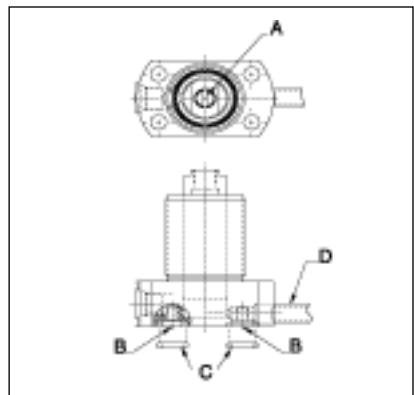

図2
2. ワークサポートは、付属のジャムナットを使用して装置にネジで固定するか、フランジをボルトで固定して装置に取り付けます。ワークサポートを、設備工具で作業中のワーク部品に触れたときにフランジがストロークのほぼ中間に来るよう取り付けます。ワークサポートが底部ポートに取り付けられた油圧マニホールドの場合、ポートのネジプラグおよび鋼製のガスケットを最初に取り外す必要があります(図2の部品3を参照)。付属のOリングに潤滑を行い、ワークサポートを取り付けて固定する前に、ポートの周りのOリング溝(図2参照)に取り付けます。漏れが生じないように、取り付け中にOリングを挟さんだり損傷しないように注意してください。マニホールドの取り付け部から漏れが発生しないように、装置の取り付け面の凹凸が0.003インチ(0.8mm)以内、表面粗度が32 mic. rms. (Ra 0.8) 以内になるようにします。
5. 工作機械のクーラント、破片および切り屑がブリーフの排気口（図 2 参照）からシリンダ内に入る危険性があるときは、破片やクーラントから保護されている部分につながれたラインをエアベントに接続します。